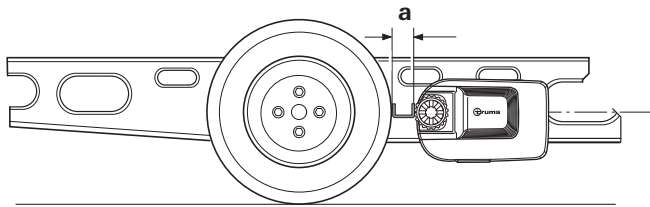

Abb. 34
- ▶ Durch Verschieben der Antriebseinheiten in Längsrichtung den korrekten Abstand (Abb. 34-a) zwischen Reifen und Antriebsrolle mit dem mitgelieferten Distanzblech einstellen. Das verschiebbare Verbindungsrohr erlaubt die Anpassung an die Rahmenbreite. Hierbei muss das Gewicht des Wohnwagens auf den Rädern lasten.